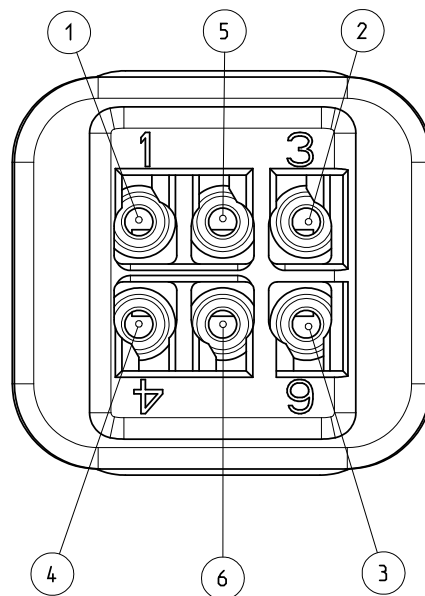
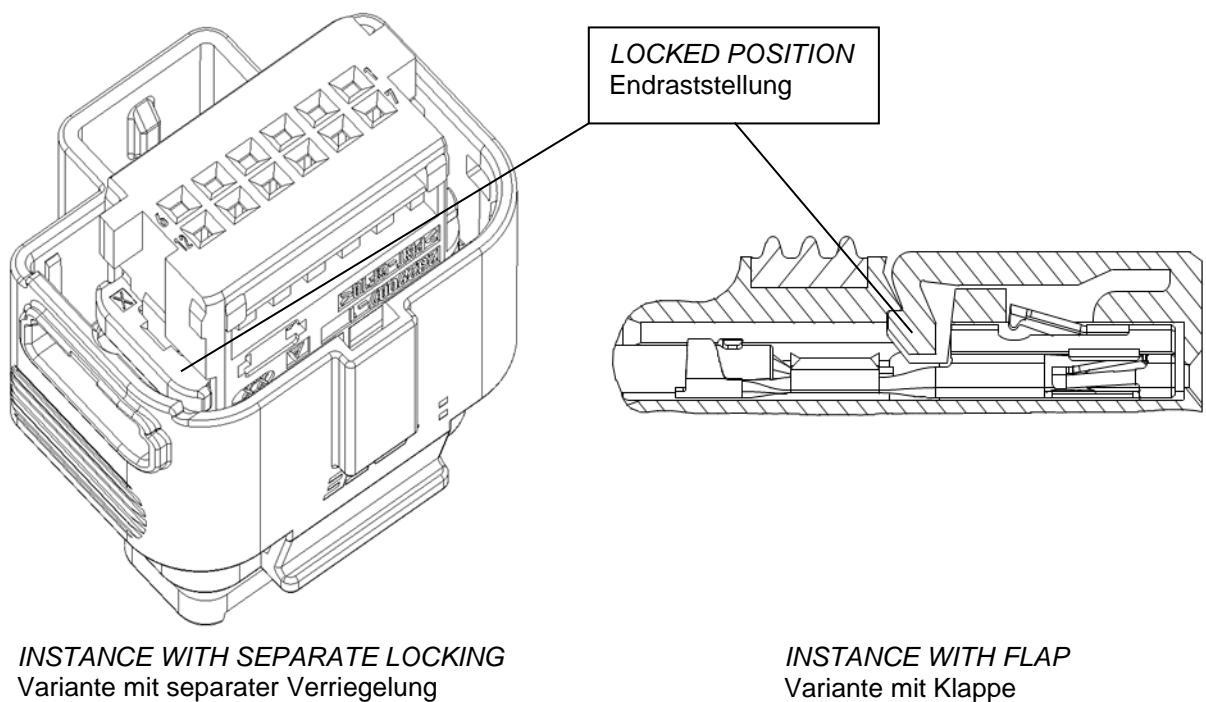

**FIG.2**
Fig.4
- *INSERT THE CONTACT IN THE CAVITY UNTIL THE LOCKING LANCE OF THE CONTACT SNAPS IN THE OPENING OF THE 1ST LOCKING AS SHOWN IN FIG.2.*
- Kontakt in die Kammer einschieben bis die Rastfeder im Fenster der 1.Kontaktsicherung verrastet wie in Fig.2 dargestellt.
*THE CORRECT LOCKING OF THE LOCKING-LANCE ACC. Fig.2 HAS TO BE TESTED BEFORE CLOSING OF THE 2nd LOCKING. THIS IS MANDATORY AND CAN BE DONE OPTICAL OR MECHANICAL.*
Die in Fig.2 gezeigte ordnungsgemäße Verrastung der Rastfedern ist vor dem Schließen der 2.Kontaktsicherung zu überprüfen. Dies ist obligatorisch und kann optisch oder mechanisch erfolgen.
- ACTIVATE THE SECONDARY LOCKING. AT HOUSINGS WITH GATED SECONDARY LOCKING THE COVER HAS TO BE PUSHED IN LOCKED POSITION ACC. FIG.2. AT HOUSINGS WITH SEPARATE SECONDARY LOCKING, THIS MUST BE MOVED FROM PRE-LOCKED TO END-LOCKED POSITION. FIG.4 SHOWS THE CORRECT LOCKED POSITION. IN THE AREA OF THE INTEGRAL HINGE A STRESS WHITENING IS ALLOWED.
- 2.Kontaktsicherung aktivieren. Bei Gehäusen mit angespritzter 2.Kontaktsicherung gemäß Fig.2 den Deckel in Endraststellung drücken. Bei Gehäusen mit separater 2.Kontaktsicherung wird diese aus der Vorraststellung in die Endraststellung bewegt. Fig.4 zeigt die korrekt verrastete Endraststellung. Im Bereich des Filmscharniers ist ein Weißbruch zulässig.